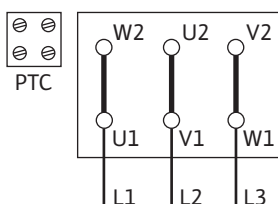
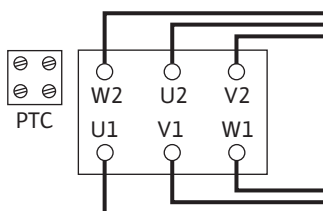

Fig. 10: Démarrage Y-Δ
Fig. 11: Couplage Δ
- L'alimentation réseau dépend de la puissance moteur P2, de la tension d'alimentation et du type de branchement. Consulter le tableau suivant ainsi que les Fig. 10 et Fig. 11 pour connaître le couplage requis des ponts de raccordement dans la boîte à bornes.
Démarrage Y-Δ (de série)	Retirer les ponts de liaison (Fig. 10).
Démarrage via le démarreur en douceur (Softstarter)	Couplage Δ (Fig. 11)